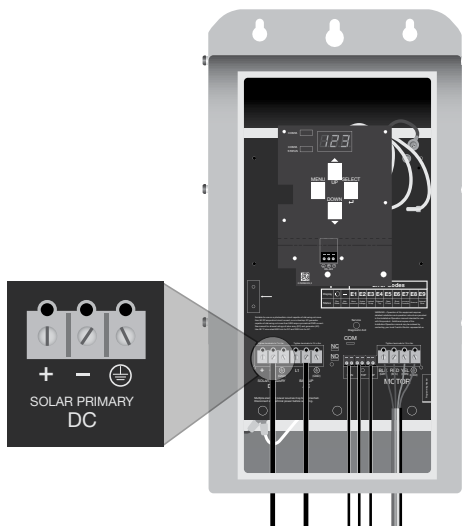

Figure 5 : Connexion du câblage CC
4. Branchez les câbles de la déconnexion CC externe vers le bloc de bornes étiquetées « Solar Primary DC » (« Solaire principal, CC ») et marquées +, - et GND (figure 5; spécification de couple : 15 po-lb [1,7 Nm]).